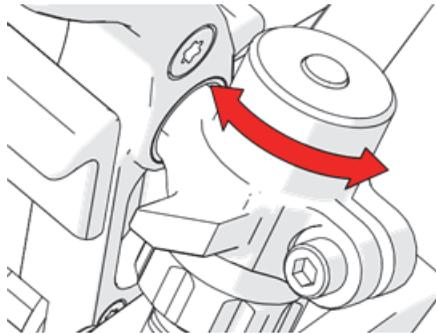

Figure 1-41 Rotation du cylindre de tension
2. Faites tourner le cylindre de tension pour augmenter ou réduire la pression (Figure 1-41 à la page 58).